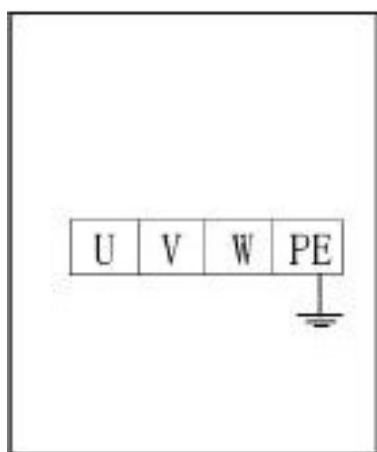

Fig 10
- Connexion de la ligne électrique : Connectez la ligne électrique triphasée 380V à quatre fils (câble de 3×2,5MM2 + 1×1,5MM2 ) aux interfaces L1, L2, L3 et à la borne d'entrée de l'armoire de commande, et connectez le fil de terre PE d'abord au boulon de terre marqué, puis aux boulons de terre marqués au bas des deux plates-formes (Fig. 10).